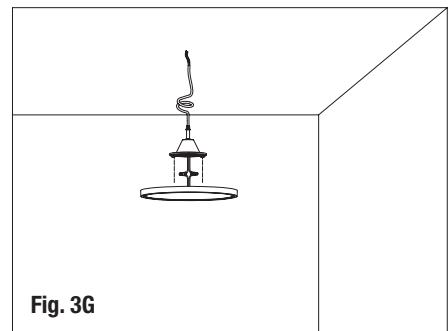

Fig. 3G
- Connect the luminaire input wire to the suspension power wire using wire connectors. align the luminaire's slot with the mounting bracket's latch, then install it upwards and rotate the luminaire to the fully fixed position (Fig. 3G).
- Connectez le fil d'entrée du luminaire au fil d'alimentation de suspension à l'aide de connecteurs de fils. Alignez la fente du luminaire avec le loquet du support de montage, puis installez-le vers le haut et tournez le luminaire jusqu'à ce qu'il soit complètement fixé (Fig. 3G).